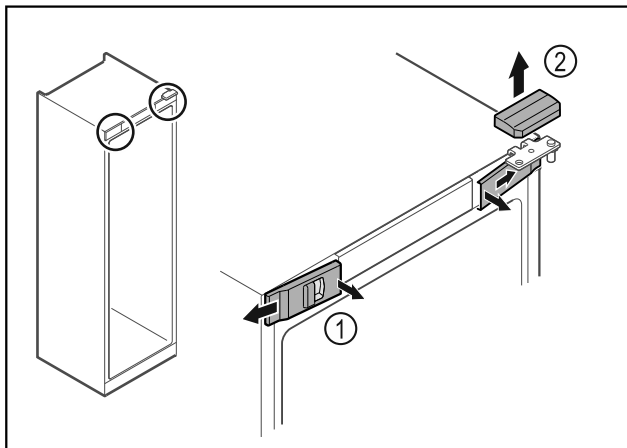

Fig. 12
- ▶ Odistite zvnútra predné kryty Fig. 12 (1) a odoberte ich do strany.
- ▶ Odoberte horný kryt Fig. 12 (2) nahor.